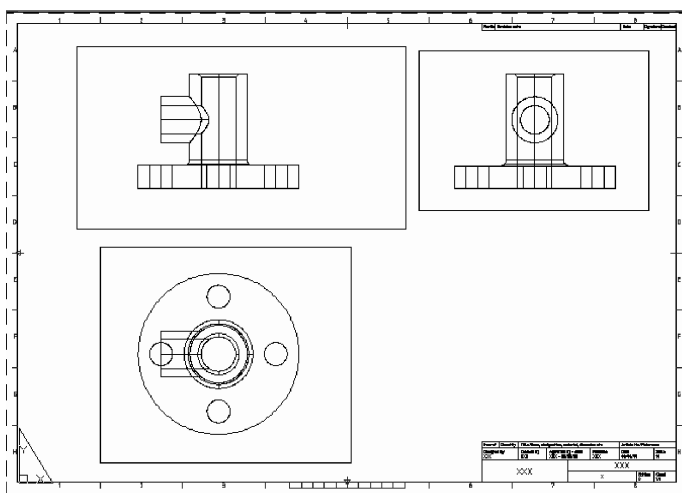

Fig. 10.41 Proiecțiile ortogonale
- Se trece la plasarea proiecțiilor ortogonale – vezi Fig. 10.41.